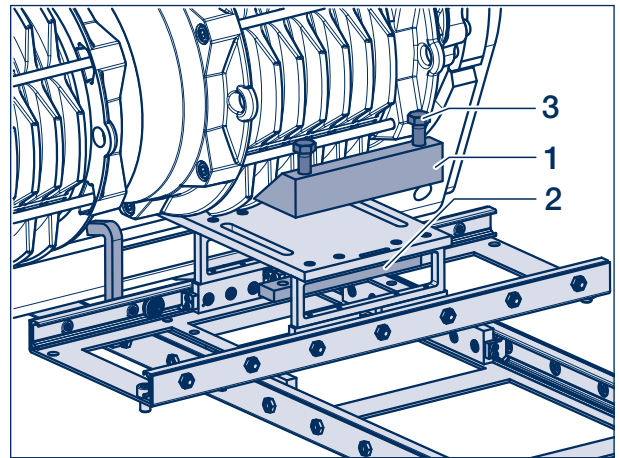

Bild 13
[16] Vorderen Halter (1) mit 2 Sechskantschrauben (3, SW 19) und der Befestigungsstange (2) an die Montagevorrichtung montieren (siehe Bild 13).
- [32] Klemmschrauben (4) der Montagevorrichtung lösen und die Vorrichtung vom Achskörper nehmen, ggf. den vorderen Halter (siehe Bild 13) demontieren.